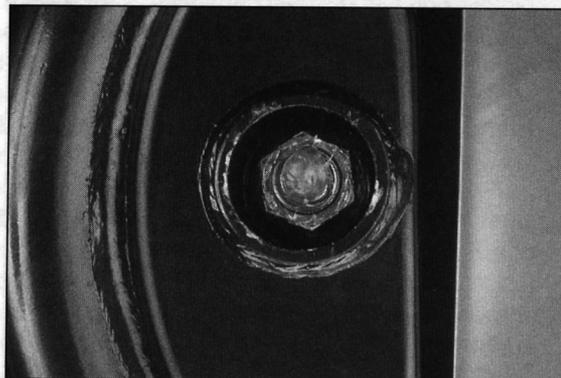

Bild 309
- Achsmutter (Bild 309) ausdrehen.